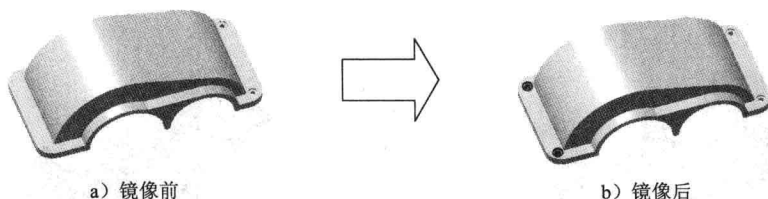

图 1.17 镜像 2
(5) 单击窗口中的  按钮，完成 M8 六角头螺栓的柱形沉头孔 1 的创建。
Step10. 添加图 1.17 所示的镜像 2。